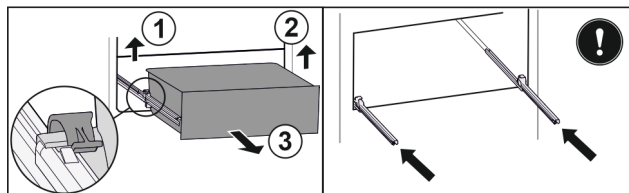

Fig. 37*
- ▶ Приподнимите левый зажим и одновременно вытяните движением вперед выдвижной ящик слева Fig. 37 (1).*
- ▶ Приподнимите правый зажим и одновременно вытяните движением вперед выдвижной ящик справа Fig. 37 (2).*
- ▶ Извлеките выдвижной ящик движением вперед Fig. 37 (3).*